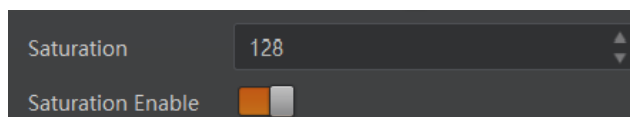

图12-8 调节饱和度
3. 在 *Saturation* 参数中输入需要设置的数值，参数范围为 0 ~ 255，如图 12-8 所示。